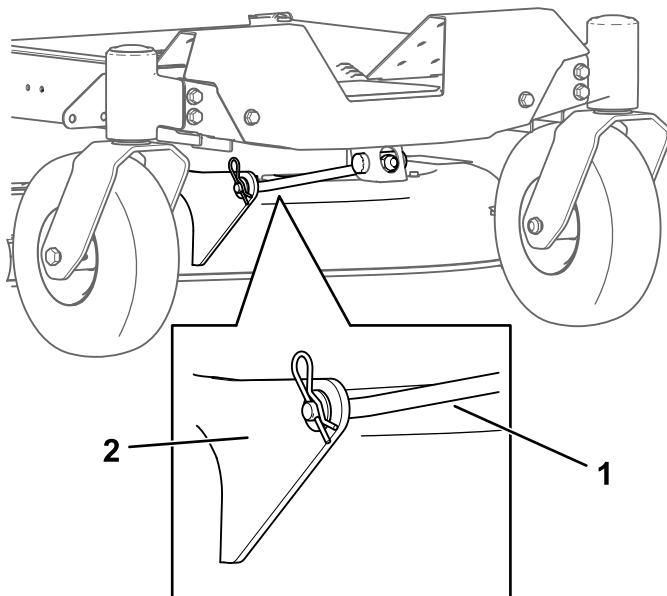

Figure 65
4. Retirez la goupille fendue de la tige de support avant et déposez la tige du support de tablier (Figure 65).
- Fixez la tige de support avant au tablier de coupe à l'aide de l'axe de chape et de la goupille fendue (Figure 65).